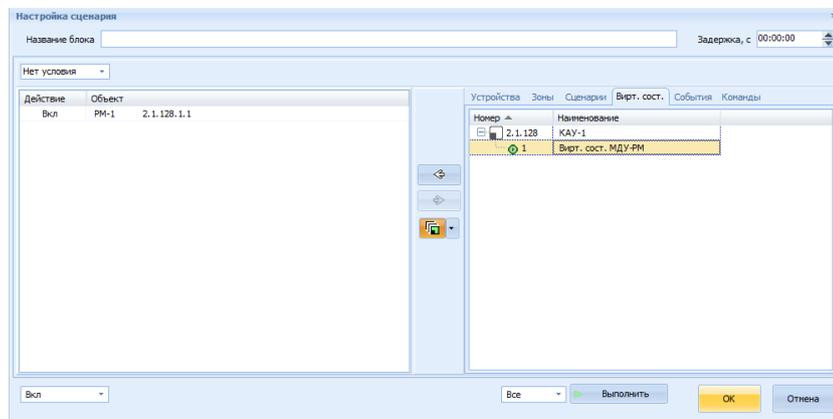

Рисунок 9.37 – Окно «Настройка сценария», закладка Виртуальные состояния
- нажать кнопку ОК (рисунок 9.37).